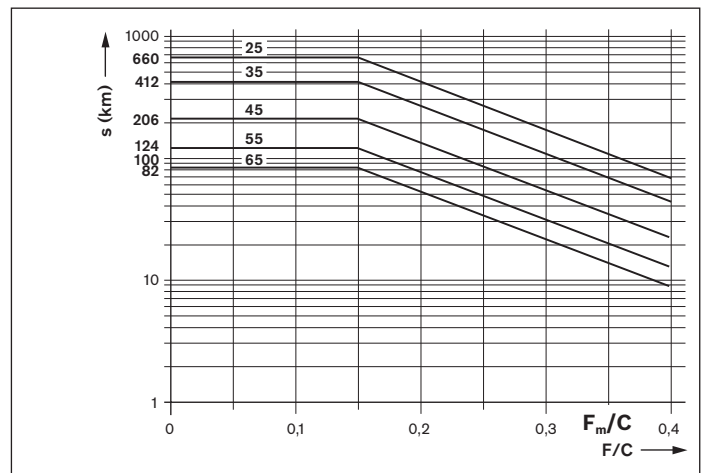

Figura 2: Intervalo de relubricación
- ▶ Aplicar la cantidad mínima en la conexión de lubricación según la tabla 4 hasta alcanzar un intervalo de relubricación (figura 2).
- ▶ Aplicar la cantidad mínima en cada conexión de lubricación según la tabla 4 hasta alcanzar un intervalo de relubricación (figura 2). Calcular el número de impulsos necesarios para ello y el ciclo de lubricación del mismo modo que para la relubricación (carrera normal).
Notas: el número de impulsos requerido para ello es igual al cociente entero de la cantidad mínima de relubricación según la tabla 4 y del tamaño del distribuidor de pistones seleccionado según la tabla 5. El tamaño mínimo admisible del distribuidor de pistones no depende de la posición de montaje. El ciclo de lubricación según las fórmulas 1 se obtiene dividiendo el intervalo de la relubricación (según la figura 2) entre el número de impulsos determinado (véase el ejemplo de dimensionado).
- s = intervalo de relubricación según la figura 2 (km)
- C = capacidad de carga dinámica (N)
- F_m/C = carga del rodamiento dinámica equivalente (N)